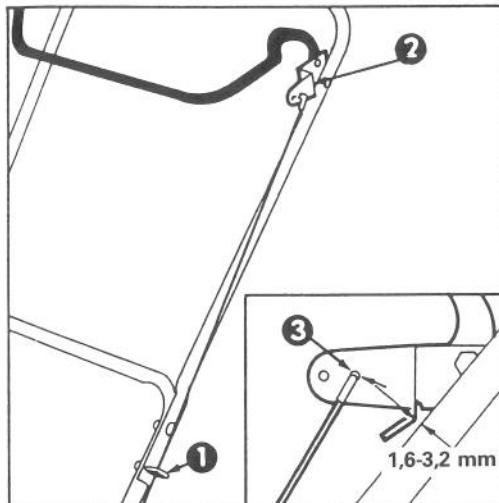

Fig. 9
REGOLAZIONE DELLA LEVA DI COMANDO (Fig. 9 e 10)
2. CONTROLLO DELLA REGOLAZIONE (Fig. 9) — Spostate la barra di comando all'indietro verso la stegola fino a che il cavo sia ben teso. La distanza fra la squadretta della leva di comando e la stegola deve essere di circa 1,6-3,2 mm. Se il cavo è troppo lasso o troppo teso, eseguite le istruzioni elencate al punto 3 per regolarlo.